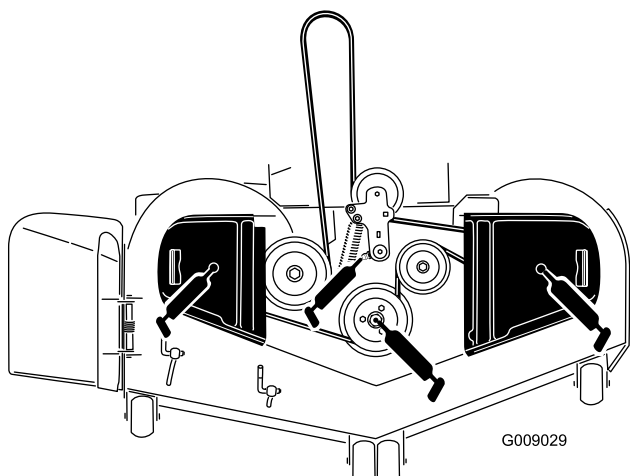

Figura 43
3. Lubrificate il perno della puleggia tendicinghia del piatto di taglio finché non fuoriesce grasso dalla parte inferiore (Figura 43).
4. Lubrificate i raccordi sulla parte superiore dei 3 cuscinetti del mandrino finché il grasso non fuoriesce (Figura 43).
5. Ingrassate il braccio di rinvio della cinghia di trasmissione (Figura 43).